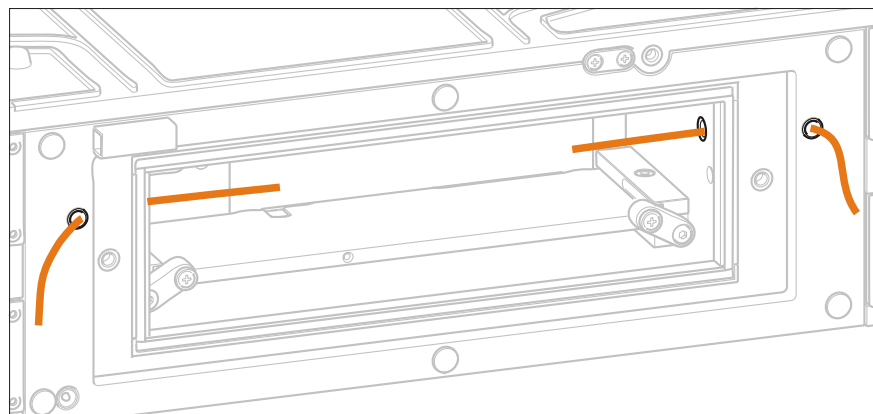

Abbildung 9 Kapillardurchführungen – Ofenraum
Alle Kapillaren müssen durch die Kapillardurchführungen rechts und links der Ofentür (siehe Abbildung 9, Seite 20) in den Ofenraum hinein- bzw. aus dem Ofenraum herausgeführt werden.
- Die Reaktor Eingangskapillare, die Reagens-Zuführkapillare (Teilstück 6.1831.100) und die Reaktor-Ausgangskapillare durch die beiden Kapillardurchführungen rechts und links der Ofentür (siehe Abbildung 9, Seite 20) in den Ofenraum einführen.